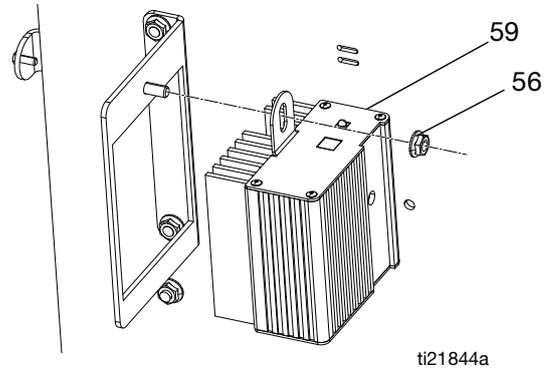
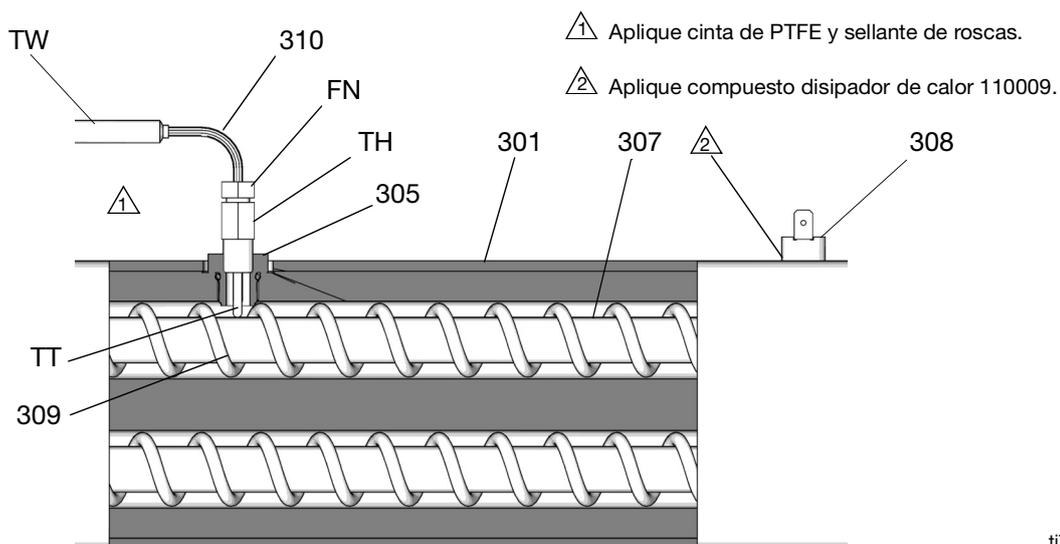

FIG. 13
FIG. 16 Termopar
3. Retire la cubierta del calentador (90) y la tapa del sistema electrónico (55). Consulte la FIG. 13, página 46.
4. Afloje y retire las fijaciones de montaje del soporte del módulo de control de temperatura (56). Mueva el módulo de control hacia arriba y apártelo para acceder al termopar.
7. Consulte la FIG. 16. Afloje la tuerca del casquillo (FN). Retire el termopar (310) del alojamiento del calentador (301) y, después, retire el alojamiento del termopar (TH). No retire el adaptador del termopar (305) a menos que sea necesario. Si es necesario desmontar el adaptador, asegúrese de que el mezclador (309) no esté en medio cuando se esté reemplazando el adaptador.
8. Sustituya el termopar, FIG. 16.
- a. Retire la cinta protectora de la punta del termopar (TT).
- b. Aplique cinta de PTFE y sellante de roscas a las roscas macho y apriete el alojamiento del termopar (TH) en el adaptador (305).
- c. Empuje el termopar (310) de forma que la punta (TT) haga contacto con el elemento calentador (307).
- d. Sujetando la punta del termopar (TT) contra el elemento calentador, apriete a tope la tuerca del casquillo (FN) y después dé 1/4 de vuelta más.
9. Pase los cables (TW) por el carro y forme un haz como antes. Vuelva a conectar los cables a la tarjeta.
10. Vuelva a colocar la cubierta del calentador (90) y la tapa del sistema electrónico (55). Consulte la FIG. 13, página 46.
11. Encienda simultáneamente los calentadores ISO y RES para probarlos. Las temperaturas deben subir a la misma velocidad. Si un calentador está bajo, afloje la tuerca del casquillo (FN) y apriete el alojamiento del termopar (TH) para asegurarse de que la punta del termopar (TT) haga contacto con el elemento (307).
4. Desconecte un cable del interruptor de sobretensión (308), FIG. 16, página 50. Pruebe a través del interruptor con un ohmímetro. La resistencia debe ser de aproximadamente 0 ohmios.
5. Si la prueba del interruptor falla, retire los cables y los tornillos. Deseche el interruptor averiado. Aplique compuesto térmico, instale un nuevo interruptor en la misma posición en el alojamiento (301) y sujételo con los tornillos (311). Vuelva a conectar los cables.